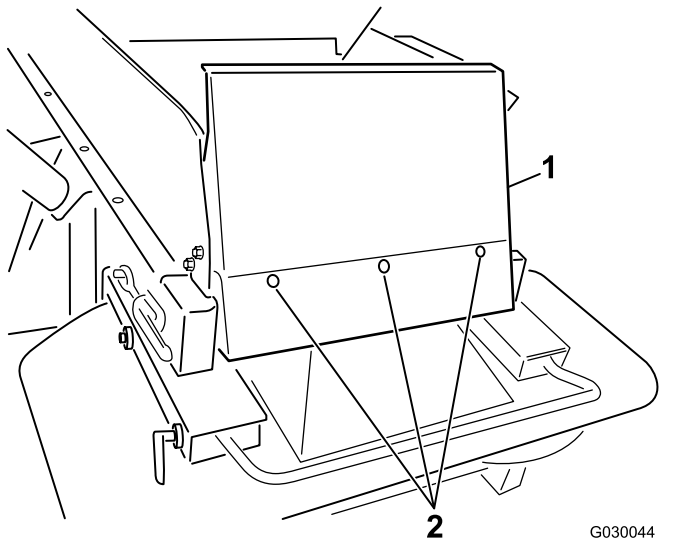

Bild 7
6. Befestigen Sie die Fangboxschutzvorrichtung mit den mitgelieferten Halbrundschauben ($\frac{1}{4}'' \times \frac{5}{8}''$) und Nylonsicherungsmuttern (Bild 7).